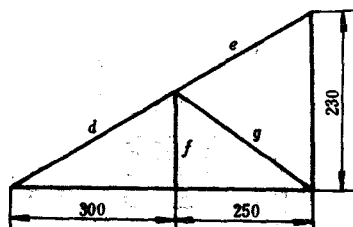

图 1-28 桁架梁
9. 如图 1-28 所示桁架梁, $a = 300\text{mm}$, $b = 250\text{mm}$, $c = 230\text{mm}$, 求 d, e, f, g 。